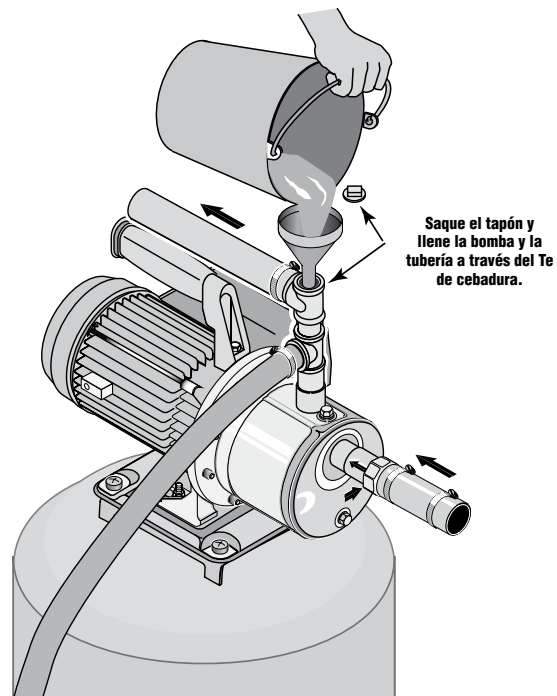

Figura 5 - Cebadura de la bomba
1. Saque el tapón de cebadura del Te de cebadura y llene la bomba (ver la figura 5). Llene toda la tubería entre la bomba y el pozo, asegurándose de que toda la tubería en el pozo esté llena. Si también ha instalado un Te de cebadura en la tubería de aspiración, saque el tapón del Te y llene la tubería de aspiración. Consulte la Figura 5.